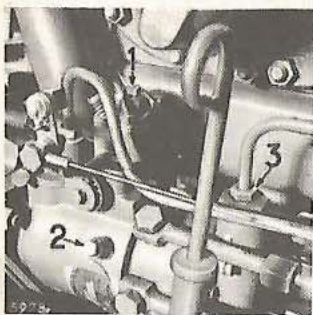

Fig. 7
— Les 2 vis de purge (fig. 7, rep. 1 et 2) sur pompe d'injection.
— Le raccord (fig. 7, rep. 3) d'arrivée de combustible à la pompe.
- Le raccord sur pompe d'injection (fig. 7, rep. 3).
- Les vis de purge sur pompe d'injection (fig. 7, rep. 2 et 1).